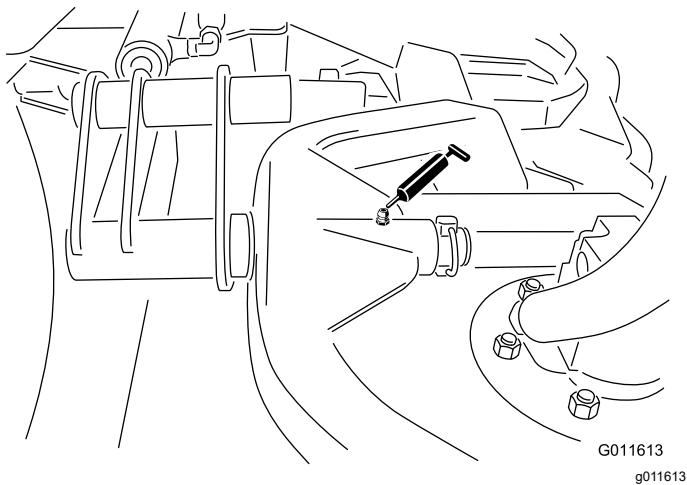

Figura 31
- Pivote del bastidor de tiro de la unidad de corte (1 en cada) – Figura 31